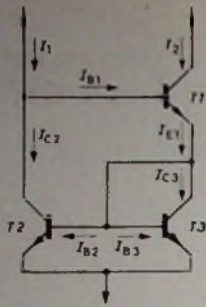
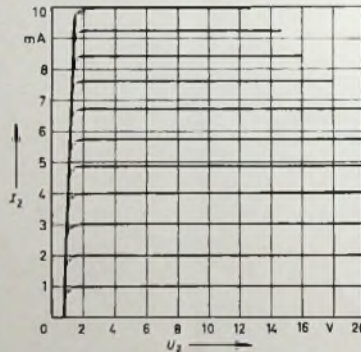

Bild 5 Schaltung des verbesserten Stromspiegels
Bild 8 Ausgangskennlinienfeld der verbesserten Schaltung nach Bild 5
Bild 6 Verhältnis von Ausgangsstrom  $I_2$  zum Eingangsstrom  $I_1$  bei der verbesserten Schaltung nach Bild 5 in Abhängigkeit von der Stromverstärkung B (die Kurve für die einfache Schaltung ist zum Vergleich gestrichelt eingezeichnet)
Eine wesentliche Verbesserung in dieser Beziehung ergibt sich mit der Schaltung nach Bild 5. Die Analyse dieser Anordnung ist einfach, wenn man berücksichtigt, daß ihr unterer Teil dem Bild 1 entspricht und hier nur spiegelbildlich angeordnet ist. Entsprechend Gl. (6) erhält man dann
einen bequemen Vergleich zu ermöglichen. Man erkennt sehr gut, daß sich mit der Schaltung nach Bild 5 besonders bei weniger hohen Stromverstärkungen eine erhebliche Verbesserung ergibt.
Wesentlich ist auch die Verbesserung im Hinblick auf den Ausgangswiderstand. Während sich bei der Schaltung nach Bild 1 nur Werte von der Größenordnung  $10^6$  Ohm ergeben, lassen sich mit der Schaltung nach Bild 5 ohne weiteres Ausgangswiderstände von der Größenordnung  $10^8$  Ohm erreichen. Bild 8 zeigt ein Ausgangskennlinienfeld, wie es mit der verbesserten Anordnung zu erhalten ist.